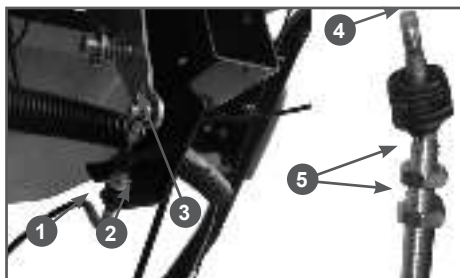

Рис. 11 Установка троса управления дефлектором
11. Подключите трос управления дефлектором к рычагу управления дефлектором. Смажьте наконечник троса 4 и ось 3 рычага управления дефлектором многоцелевой консистентной смазкой CHAMPION EP-0. Установите наконечник троса 4 на ось 3 рычага управления дефлектором и закрепите его шплинтом (Рис. 11). Вставьте оболочку троса в кронштейн 2 панели и затяните гайки 5 (Рис. 11). Проверьте управление дефлектором. При перемещении рычага управления